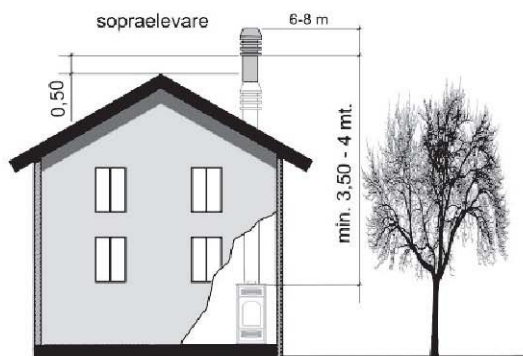

Fig.4
- Il comignolo deve essere posizionato in modo da garantire un'adeguata dispersione e diluizione dei prodotti della combustione e comunque al di fuori della zona di reflusso. Tale zona ha dimensioni e forme diverse in funzione dell'angolo di inclinazione della copertura, per cui risulta necessario adottare le altezze minime riportate in *fig.4* e in *fig.5*.
- Il comignolo dovrà essere del tipo antivento e superare l'altezza del colmo *fig.4* e *fig.5*.
- Eventuali fabbricati o altri ostacoli che superano l'altezza del comignolo non dovranno essere a ridosso del comignolo stesso (*fig.4*).